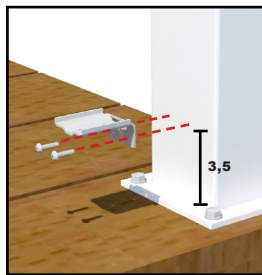

Fig. 3
- Faites glisser le couvre-poteau par-dessus. Mesurez et faites une marque à 3,5 po à partir de la partie supérieure de la plaque. Fixez le support de montage en L au centre du poteau à l'aide des deux trous extérieurs uniquement. (Voir les Fig. 3 et 4.)
- Le support doit être fixé au centre du revêtement en PVC avec les vis situées à 3,5 po de la partie supérieure de la plaque. (Voir la Fig. 3.)